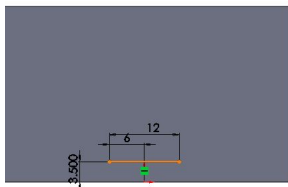

图 4-102 草绘直线并标注尺寸
(8) 单击【草图】工具栏中的 【直线】按钮，绘制一条直线，并单击 【智能尺寸】按钮标注尺寸，如图 4-102 所示。